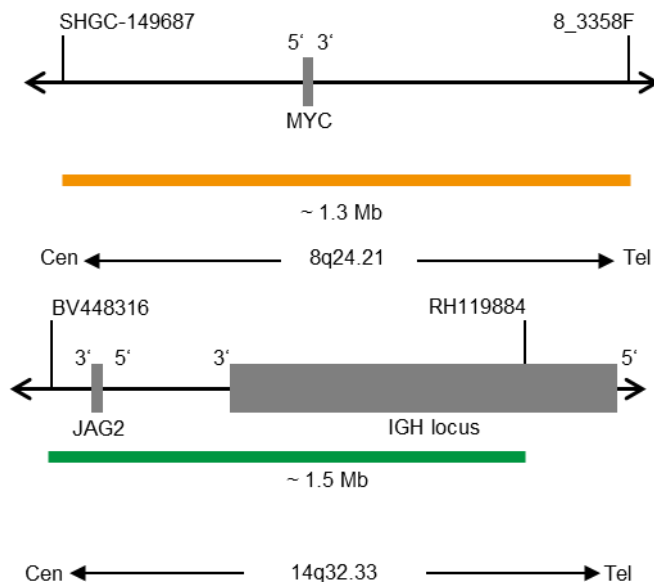

Abb. 1: Oben: SPEC MYC Sondenlokalisierung; Unten: SPEC IGH Sondenlokalisierung (nicht maßstabsgetreu)
- ZyGreen (Anregung 503 nm/Emission 528 nm) markierten Polynukleotiden (~ 12 ng/ μ l), die gegen Sequenzen in 14q32.33* (chr14:105,462,169-106,995,000) gerichtet sind, welche den IGH-Locus enthalten (siehe Abb. 1).
- ZyOrange (Anregung 547 nm/Emission 572 nm) markierten Polynukleotiden (~ 6 ng/ μ l), die gegen Sequenzen in 8q24.21* (chr8:128,171,178-129,517,468) gerichtet sind, welche die MYC-Genregion enthalten (siehe Abb. 1).